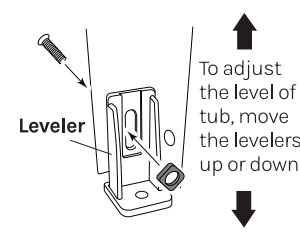

Fig. 3
- Mount leveler to each leg. Note that there are two holes in the bottom of the leg at different locations. Select the proper hole that will allow access to the screw head after the tub is in the desired location. Attach leveler with ¼ in. (0.63 cm.) bolt and nut and hand tighten it. **DO NOT** over-tighten it in this step (see Fig. 3).
- Montez le « niveau » sur chaque pied : notez qu'il y a deux trous dans le bas du pied à des emplacements différents. Sélectionnez le trou approprié qui permettra d'accéder à la tête de vis une fois que le bac est à l'emplacement désiré. Fixez le niveau à l'aide d'un boulon de ¼ po (0.63 cm) et d'un écrou, puis serrez-le à la main (NE SERREZ PAS excessivement à cette étape) (voir la fig. 3).